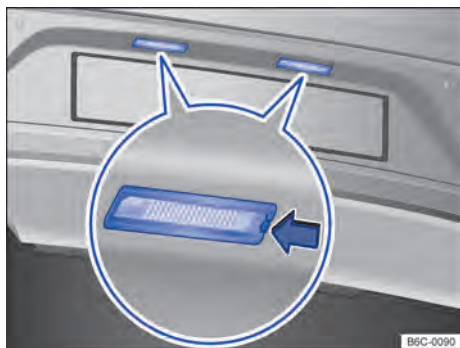

Fig. 171 No para-choque traseiro: lanterna da placa de licença.
- 2 Com o auxílio de uma chave de fenda, pressionar a trava → Fig. 171 (seta) para remover o conjunto.